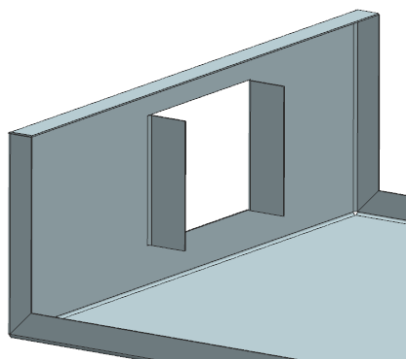

图 6-109 创建弯边特征
(6) 在“弯边”对话框中，单击按钮，创建弯边特征，如图 6-109 所示。